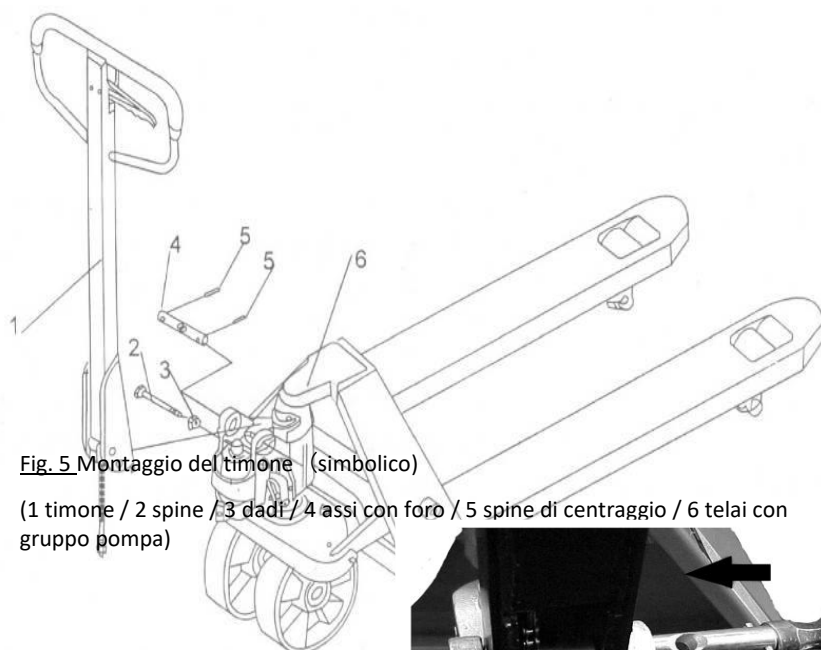

Fig. 5 Montaggio del timone (simbolico)
c) Premere il braccio del timone verso il basso; rimuovere la penna (2, Fig. 5).
d) Portare la leva di comando del timone in posizione "FAST LIFT" (LIFT). Sollevare quindi la piastra della leva con il perno (2, Fig. 5) e inserire la vite di regolazione nella fessura anteriore della piastra della leva. **NOTA:** Lasciare il dado di regolazione sotto la piastra della leva
e) Con un martello inserire la seconda spina di centraggio (5, Fig. 5) nel secondo foro dell'asse.